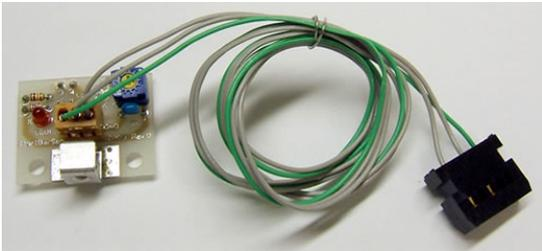

図6 スタートバー検出センサ
- スタートバー検出センサ(図6参照)を取り付け、人手によるスタートのタイムロスをなくした。